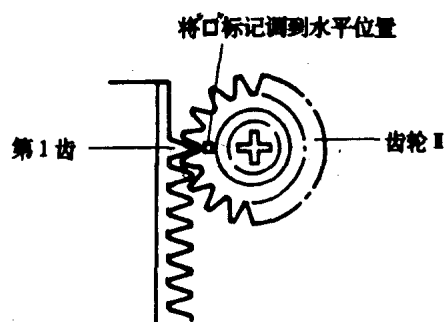

图1-1-4
(1) 将碟片夹盘放到 I 的位置, 打开托盘 I 的开关;
(2)将托盘Ⅰ的第1齿调到齿轮Ⅰ的“”标记位置,插入托盘Ⅰ(如图1-1-4所示)。